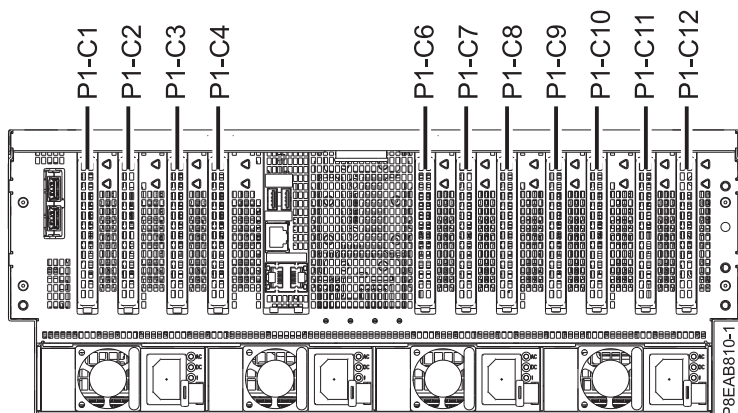

Figura 24. Localizações de ranhuras do adaptador PCIe no sistema 8408-44E ou 8408-E8E
6. Familiarize-se com as localizações das ranhuras do adaptador PCIe. Os adaptadores PCIe estão instalados na parte posterior do sistema. A Figura 24 mostra as localizações dos adaptadores PCIe num sistema 8408-44E ou 8408-E8E.